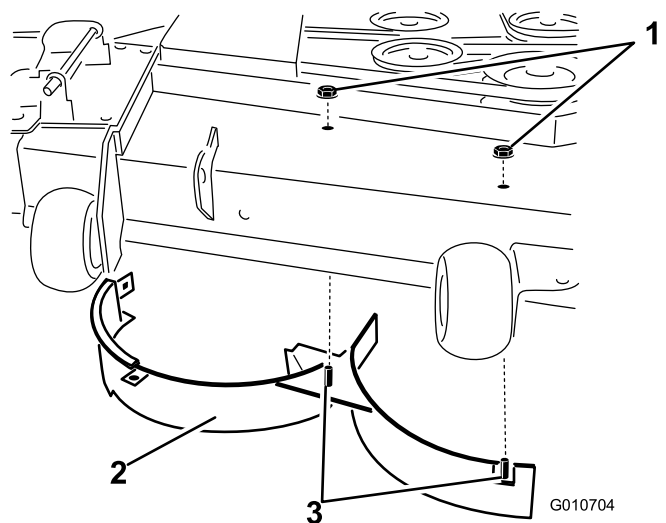

Figure 15
8. Retirez les 2 contre-écrous (5/16") qui fixent les montants soudés du déflecteur droit au sommet du plateau de coupe, au centre et à droite du centre (Figure 15).